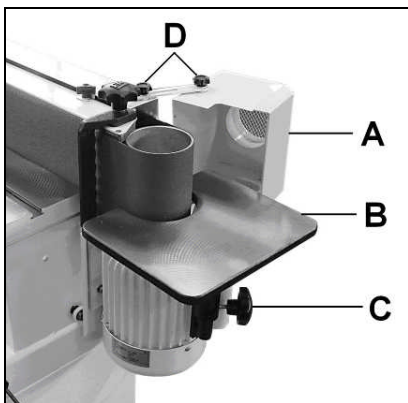

Fig 9
Öffnen Sie dazu die Rollenabdeckung (A, Fig 9) und klemmen Sie die beiden Sterngriffschrauben (D).